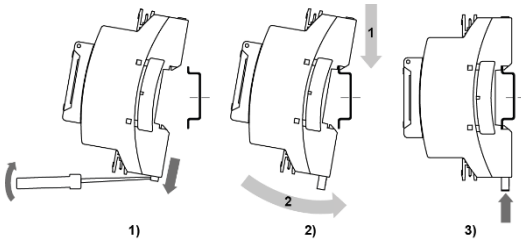

Рисунок 1 – Установлення пристрою
2. Вставивши викрутку у вушко, відтягнути засувку (див. *рисунок 1, 1*). Пристрій встановити на DIN-рейку.
3. Пристрій притиснути до DIN-рейки (див. *рисунок 1, 2*, стрілки 1 і 2). Викруткою повернути засувку в початкове положення.
2. Виконати дії *рисунок 1* у зворотному порядку.